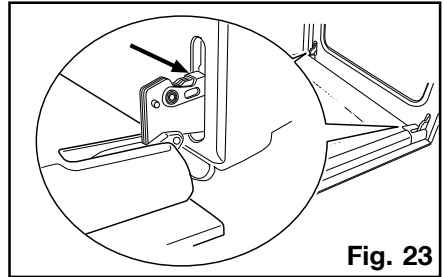

Fig. 23
2. Locate the two door hinges (Fig. 23).